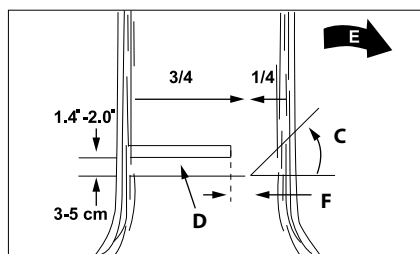

Fig. 15
pentru a ghida doborarea completă a copacului. Atenție! să nu va deplasați în jurul copacului cu creștături efectuate. Tăierea de doborare (D) trebuie să fie poziționată la un nivel superior, cu 3-5 cm, a feței inferioare a creștăturii de cădere (C) (Fig. 15).